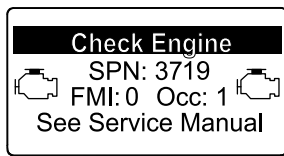

Bild 49
- Motorwarnung SPN 3719, FMI: 0 (Bild 49)